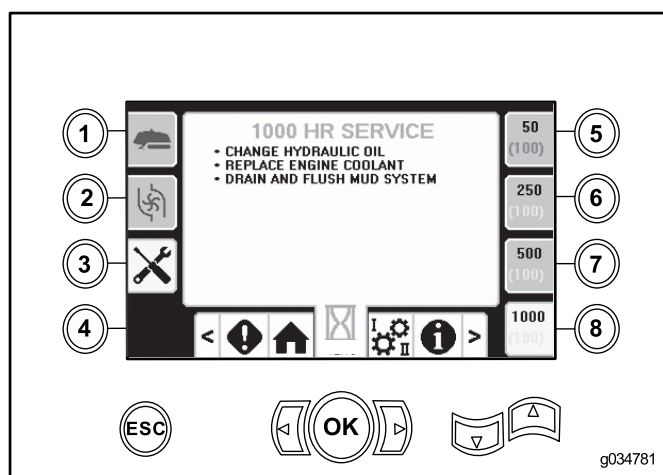

Рисунок 9
- Кнопка 8 — регламент технического обслуживания после наработки 1000 часов (Рисунок 9)